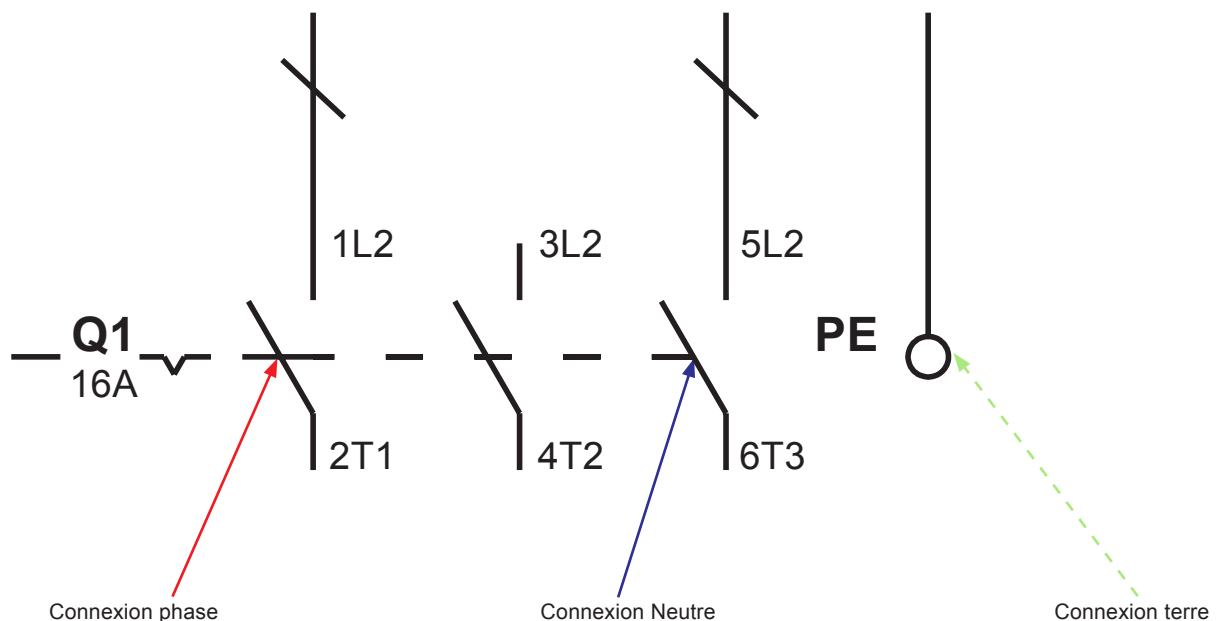

Fig. 2
Alimentation secteur est directement reliée au côté primaire de l'isolateur de panneau de commande d'entrée (représentée avec le couvercle enlevé IP2X) et la borne de terre principale comme le montre la figure 2.
- Vérifier que toutes les connexions électriques sont sécurisés et selon le schéma de câblage (Paragraphe 3.3, Figure 2).